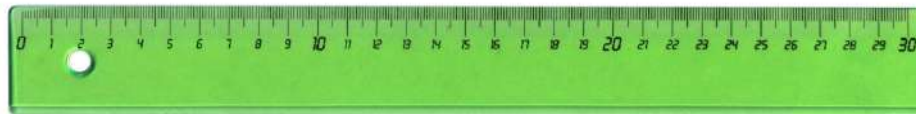

Figura 2 Regla de medición
- Tome el goniómetro o transportador (figura 2) y detecte su error de sensibilidad.
- Coincidir con el centro del goniómetro con el vértice del primer ángulo α y el cero con una semirrecta, después del cual cuenta las divisiones entre cero y semirrecta del ángulo (figura 2). Usted obtendrá: